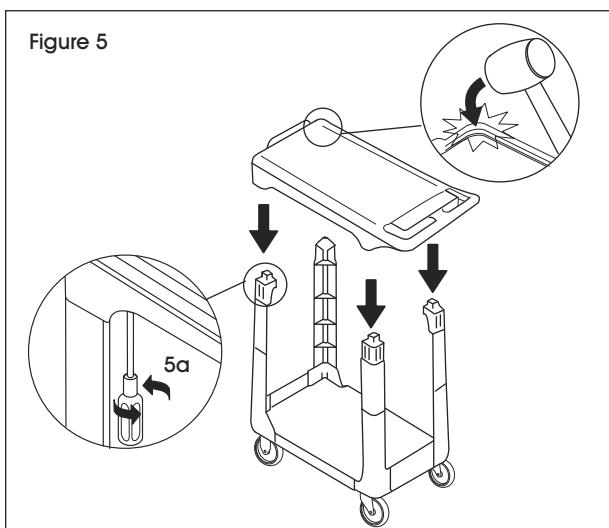

Figure 5
8. Retournez le chariot de façon à ce que les roulettes reposent sur le sol et que les supports soient à la verticale. (Voir Figure 5)